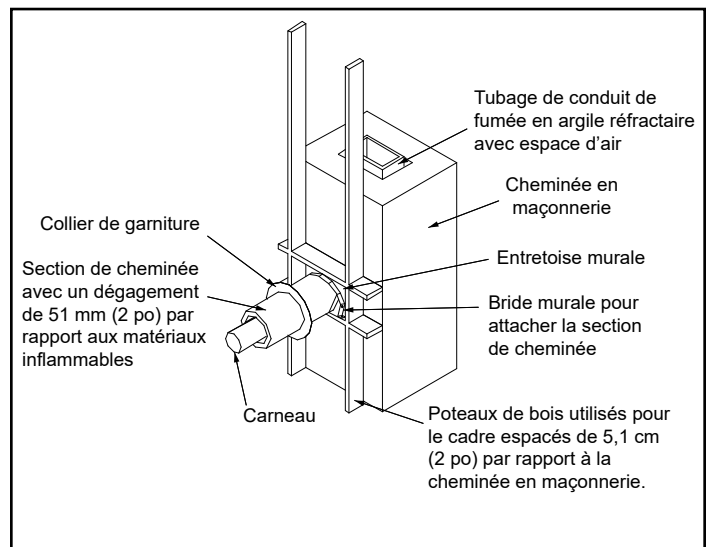

Figure 4.4
3. Construisez un cadre de 432 x 432 mm (17 x 17 po) (dimensions extérieures) pour l'ouverture dans la charpente du mur en utilisant du bois de charpente de 5 x 5 cm (2 x 2 po). L'ouverture intérieure de ce cadre doit faire 356 x 356 mm (14 x 14 po) au minimum, Figure 4.4. Installez l'entretoise murale sur le côté cheminée du cadre.